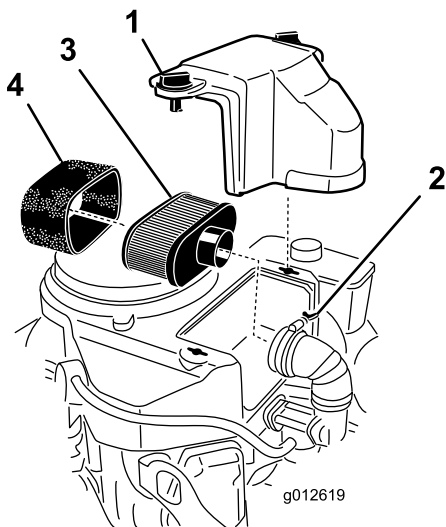

Figura 30
3. Pulite la zona intorno al filtro dell'aria per evitare che la morchia possa penetrare nel motore provocando gravi danni (Figura 30).
4. Svitare le manopole del coperchio e toglie il coperchio del filtro dell'aria (Figura 30).
5. Allentate la fascetta stringitubo e toglie il gruppo del filtro dell'aria (Figura 30).
6. Toglite con cautela l'elemento in schiuma sintetica dall'elemento di carta (Figura 30).
Importante: Non pulite il filtro primario di carta, sostituitelo (Figura 30).
1. Infilate con cautela l'elemento in schiuma sintetica sopra l'elemento di carta del filtro dell'aria (Figura 30).
2. Collocate il gruppo del filtro dell'aria sulla relativa base, e fissatelo con i 2 dadi ad alette (Figura 30).
3. Montate il coperchio del filtro dell'aria e serrate la manopola del coperchio (Figura 30).